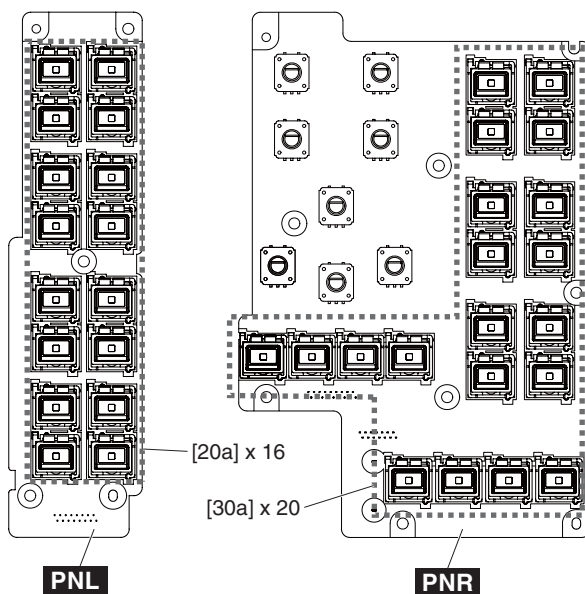

Fig. 13 (図13)
* **The PNL circuit board contains the following buttons. (Fig. 13)**
※ PNL シートには、下記のボタンがついています。(図 13)
* **The PNR circuit board contains the following buttons. (Fig. 13)**
※ PNR シートには、下記のボタンがついています。(図 13)